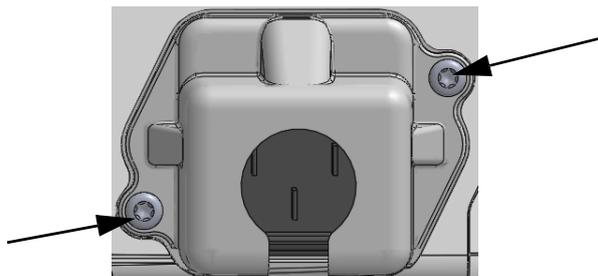

Figura 3-5 Cubierta de entrada del cable de alimentación del HemoSphere: ubicaciones de los tornillos
- 1 Retire los dos tornillos (figura 3-5) que sujetan la cubierta de entrada del cable de alimentación en el panel trasero del monitor.